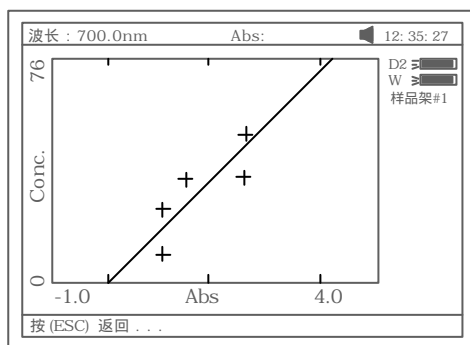
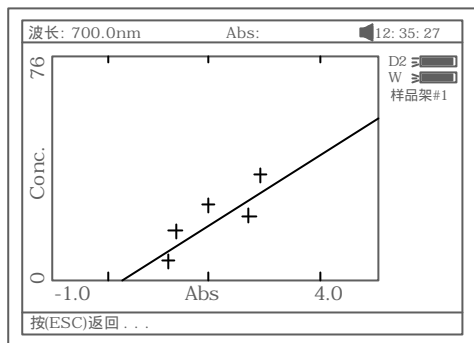
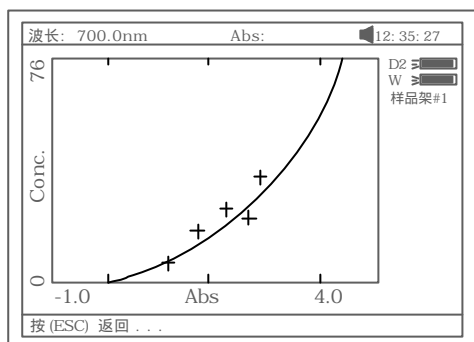
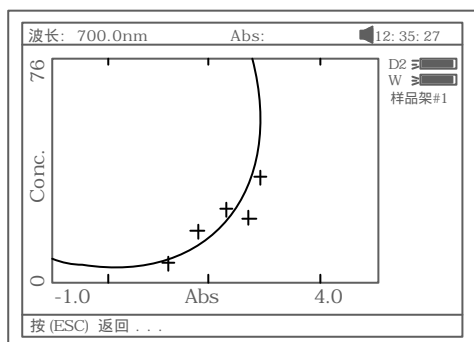

图 34 一阶线性过零拟合
图 35 一阶线性拟合，.
图 36 二阶拟合
图 37 三阶拟合
c. 按【F4】键可以画出曲线。这时可以通过按【F1】键选择不同的拟合方法来得到不同的拟合曲线见图 34，图 35，图 36，图 37 所示。